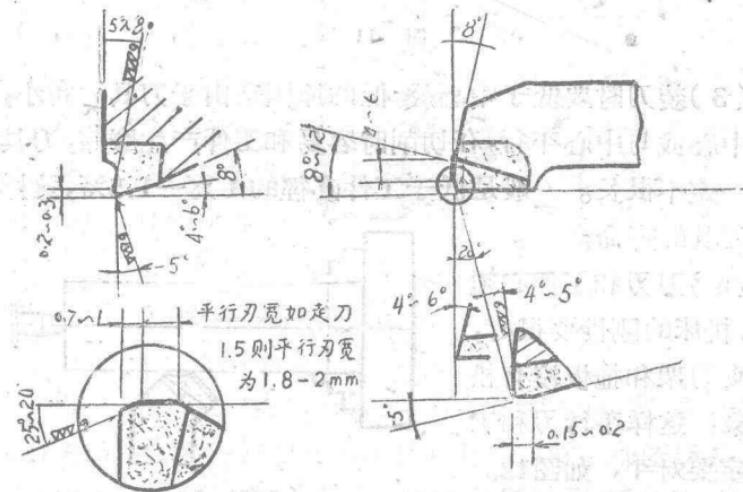

图 10
(3)在主切削刃、过度刃、平行刃都要磨上 -5° 倒棱，宽度为0.2—0.3公厘，并磨一个断屑槽。图10是90°的刀具。